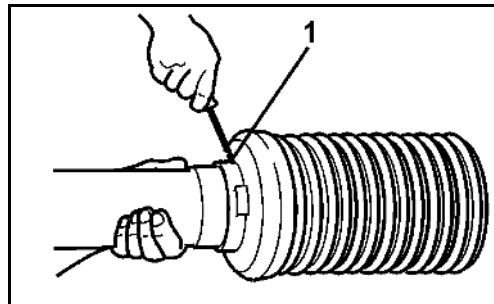

Рис. 50
2. Выверните фиксирующий винт (Рис. 50/1) на защитной воронке.